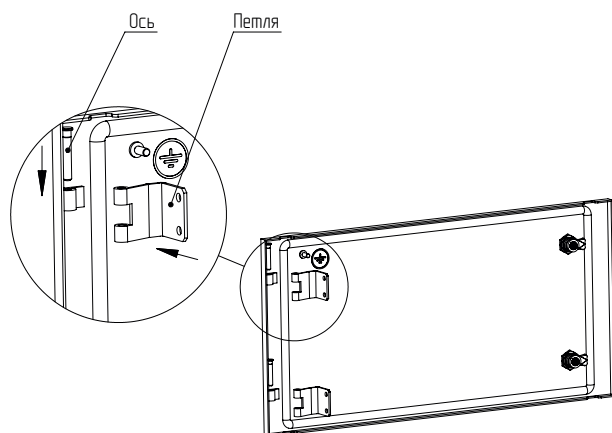

Рисунок 104
4.35.4 Установить петли в дверь, введя оси в петли двери (рисунок 104).